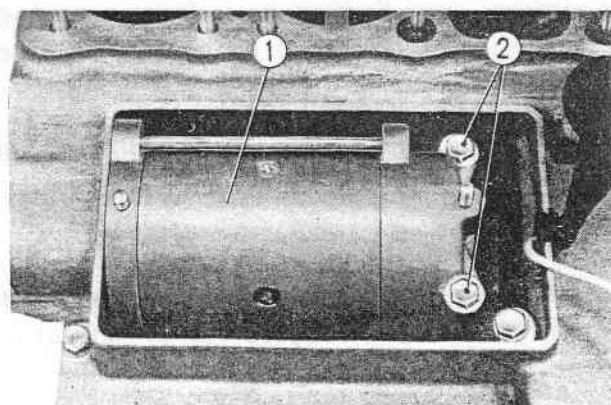

Fig. 9-4 ① Démarreur
2. Enlever le couvercle de démarreur du carter supérieur et déposer le démarreur. (Fig. 9-4)